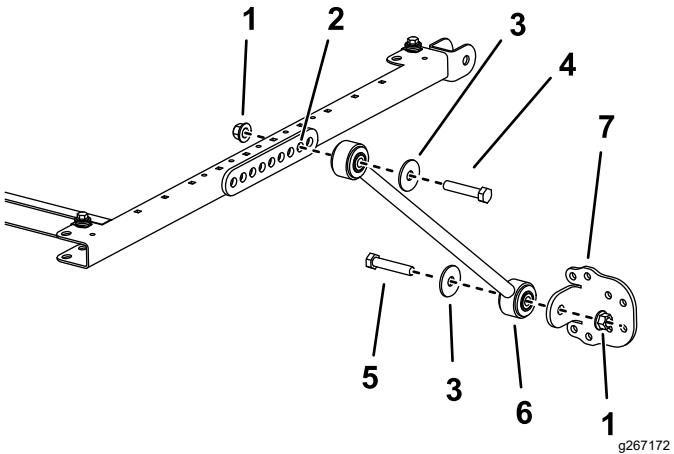

Bild 5
5. Befestigen Sie an jeder Seite des Sonnendachrahmens eine Strebe mit einer Schraube (1/2" x 2 3/4"), einer Scheibe (1/2"), und einer Bundmutter (1/2") lose im zweiten Loch der Strebenbefestigung, wie in Bild 5 abgebildet.
6. Befestigen Sie eine Strebenhalterung mit einer Schraube ($\frac{1}{2}$ " x $2\frac{1}{2}$ "), einer Scheibe ($\frac{1}{2}$ ") und einer Bundmutter ($\frac{1}{2}$ ") an jeder Strebe, wie in **Bild 5** abgebildet.